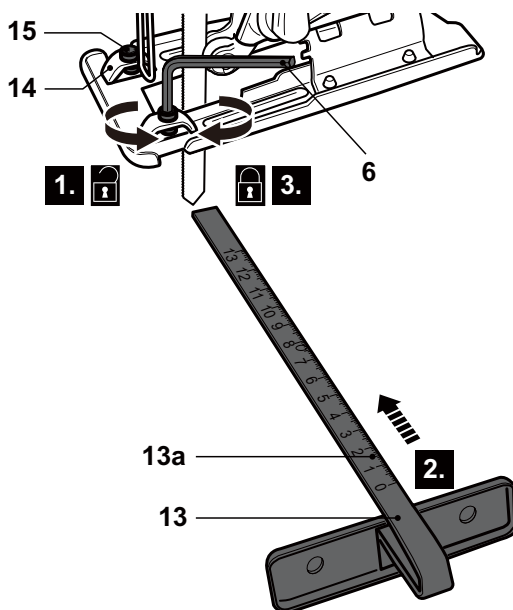

Fig. 2
- > Afloje los 2 pernos de cabeza hexagonal (15) con la llave hexagonal (6) (Fig. 2, paso 1).
- > Alinee la guía paralela (13) con los soportes (14) e insértela (13) a través de los mismos (Fig. 2, paso 2).
- > Apriete los pernos de cabeza hexagonal (15) para asegurar la guía paralela (13) en posición (Fig. 2, paso 3).